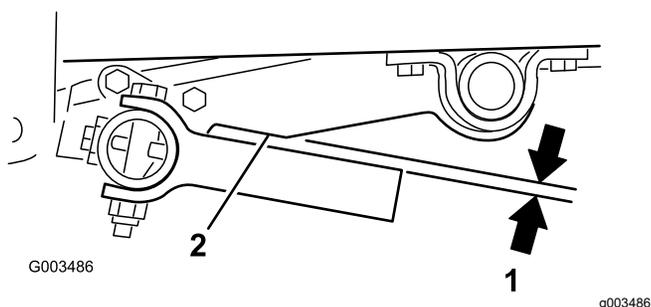

Figure 21
2. Tournez le boulon excentrique dans un sens ou dans l'autre jusqu'à ce que les dents soient parallèles au cran dans le bras de levage (Figure 17 et Figure 21).